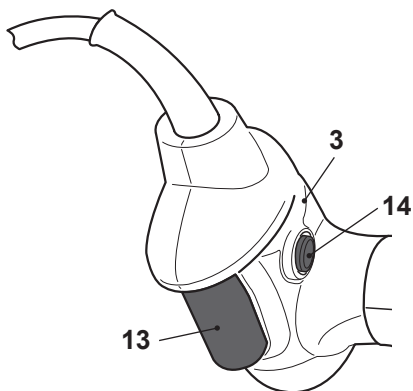

Fig. 15
- > Pressione o botão de bloqueio (14) e mantenha-o nesta posição.
- > Pressione o interruptor de ligado/desligado (13) para ligar o produto (Fig. 15).
- > Solte o interruptor de ligado/desligado (13) para desligar o produto.